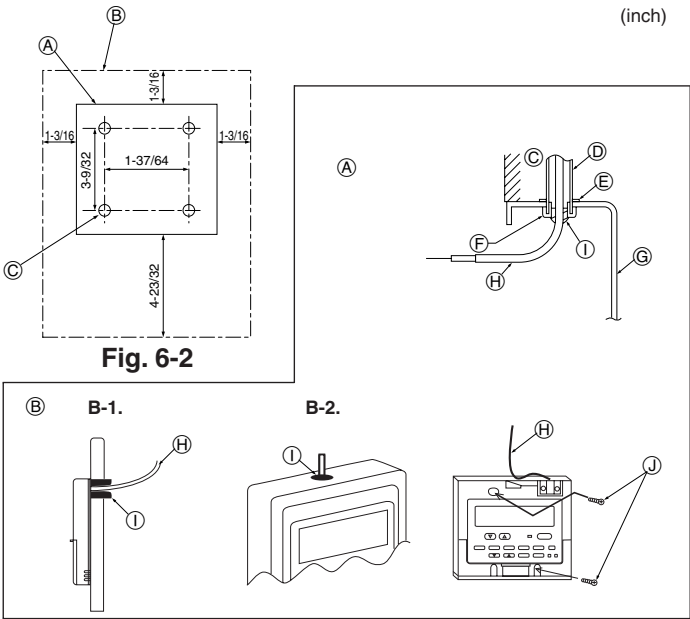

Fig. 6-3
- (A) Perfil del control remoto
- (B) Espacios necesarios alrededor del control remoto
- (C) Paso de instalación
(2) Selle la entrada del cable del control remoto con masilla para evitar que puedan entrar gotas de rocío, agua, cucarachas o gusanos. (Fig. 6-3)